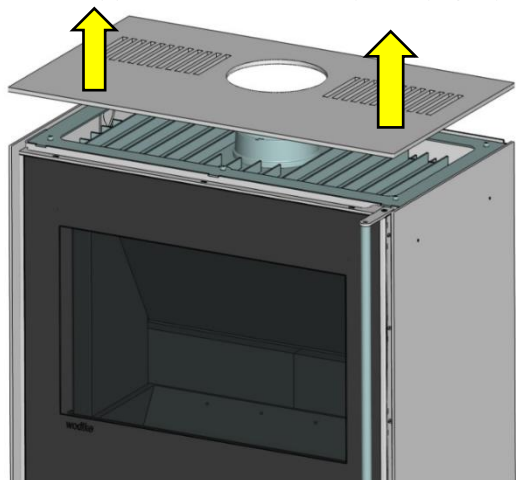

Fig. 7 : retirer le couvercle
1. Soulever le couvercle (en acier), positionné sans fixation sur la face supérieure du poêle, et le déposer sur un support résistant aux rayures (Fig. 7).